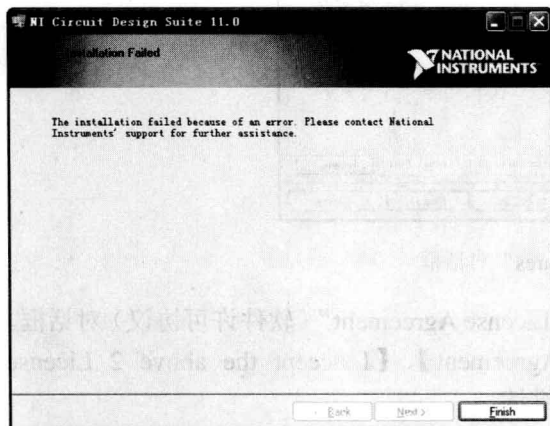

图 1-1-10 “Installation Complete”对话框
(8) 安装完成后，弹出如图 1-1-10 所示的“Installation Complete”（安装完成）界面。